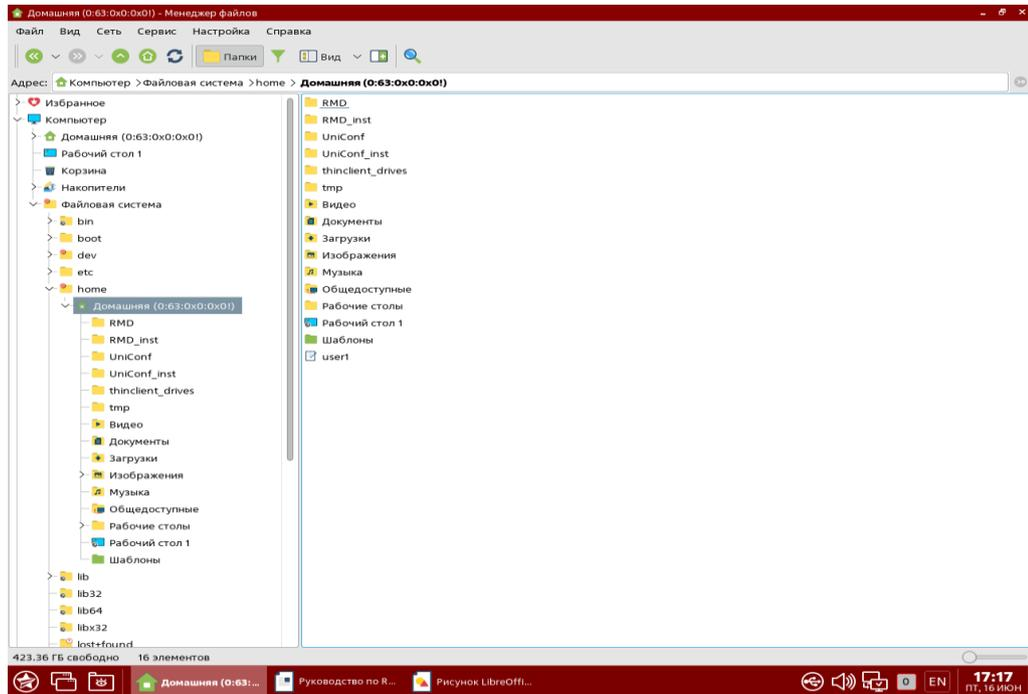

Рисунок 3 – Создание папки «RMD»
- 2) Создать рабочую папку «RMD» (можно любое пользовательское наименование) в корне (рисунок 3): *«Компьютер > Файловая система > home > Домашняя»* (можно задать другой путь размещения);